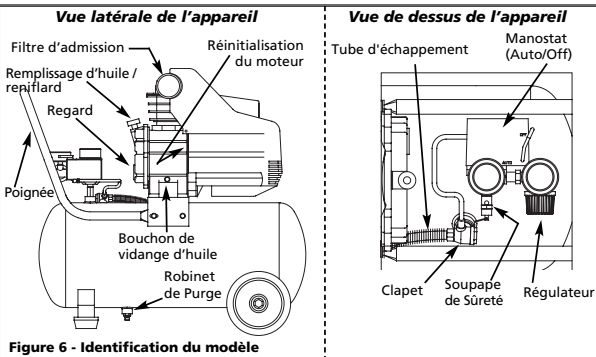

Figure 6 - Identification du modèle
2. Porter des lunettes de sécurité, tirer l'anneau sur la soupape de sûreté (voir les Figures 6 et 8) pour dégager la pression du réservoir du compresseur. Utiliser l'autre main pour éloigner l'air se déplaçant rapidement du visage.
Figures 6 et 8). Éloigner l'air qui s'échappe en protégeant la soupape d'une main tout en tirant de l'autre. Tirer l'anneau jusqu'à ce que le réservoir soit vide.
3. Enlever le bouchon de vidange (voir Figure 6), permettre que l'huile se vide dans le récipient. Incliner le modèle pour le vider complètement.
Si le protecteur de surchauffe est activé, le moteur doit pouvoir se refroidir pendant 30 minutes avant tout démarrage manuel. La réinitialisation du moteur se trouve sur le côté de la pompe du compresseur (voir la figure 6).